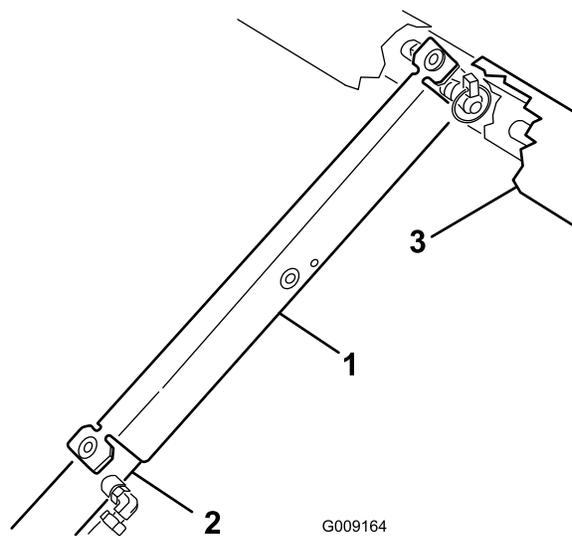

図 33
3. サポートをシリンダロッドにはめ込み、安全サポートの端部でシリンダバレルの端とシリンダロッドの端を確実に支える 図 33。